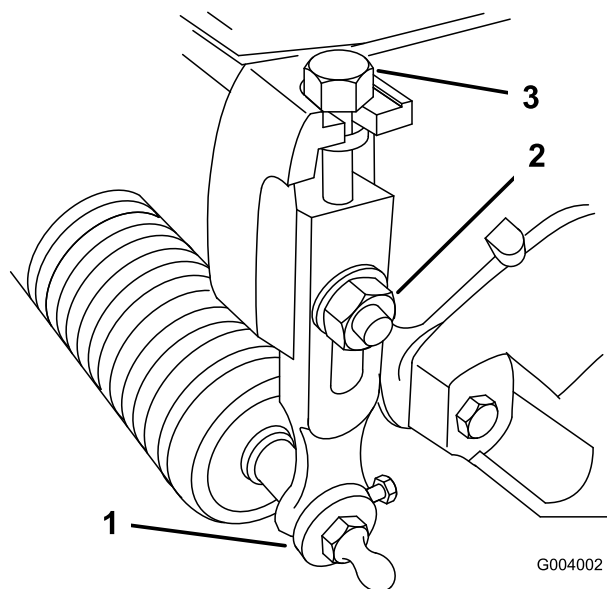

図 52
1. 刈り高アームをカッティングユニットのサイドプレートに固定しているロックナットをゆるめる (図 52)。